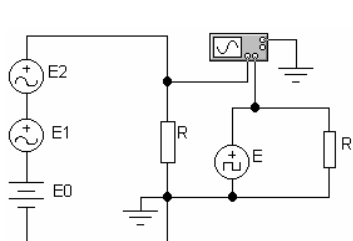
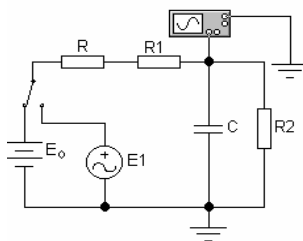

Рис.2.
Рис.3.
1. Произвести проверку расчетного задания на персональном компьютере с помощью системы схемотехнического моделирования «Electronics Workbench». Проверка воздействующего сигнала на соответствие разложению в ряд Фурье выполняется по схеме рис.2. Проверка гармонических составляющих  $u_C(t)$  выполняется по схеме рис.3.